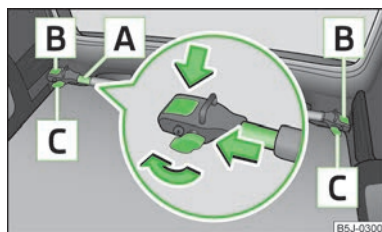

Fig. 56
- Aflojar los tornillos de seguridad **[C]** » fig. 56 y sacarlos un poco, para que se desbloqueen así las fijaciones **[B]**.